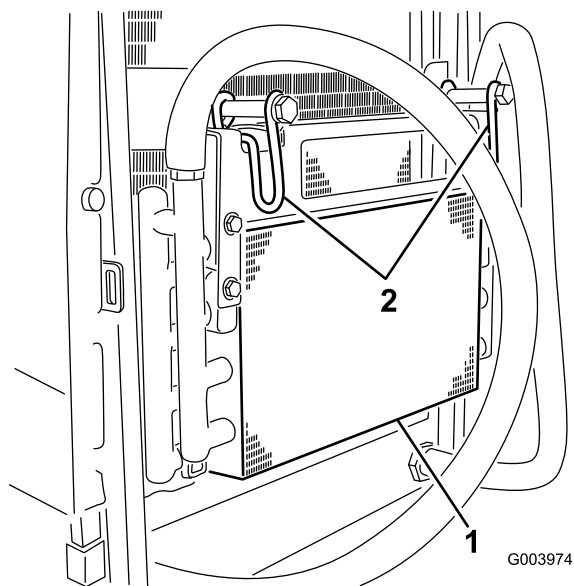

図 73
5. オイルクーラのラッチを内側に倒してオイルクーラを外す（図 73）